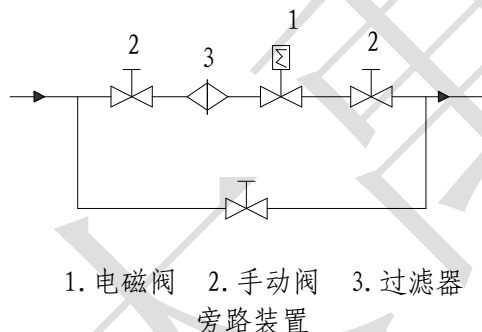
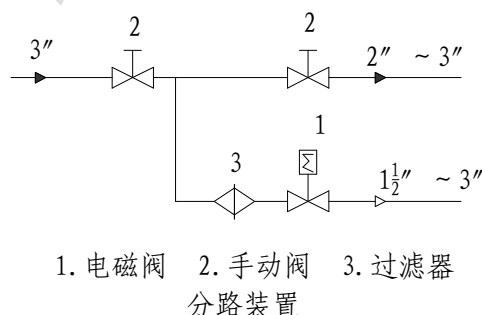

图 3
图 4
(1) 安装前应仔细阅读产品的使用说明书，查核产品是否符合使用要求，熟悉安装要点，做好准备工作。
(2) 安装时电磁阀线圈向上，并保持垂直位置，电磁阀上箭头或标记应与管道流向一致，不得安装在有溅水或漏水的地方。
(3) 接管之前用 0.3Mpa 的压力对管道充分冲洗，把管道中的金属粉末密封材料残留，锈垢等完全清除；电磁阀的工作介质应清洁无颗粒杂质，建议阀前安装过滤器，蒸汽管路安装疏水阀；电磁阀内件表面上的污物及过滤器，须定期清洁干净。
(4) 在电磁阀发生故障时，为了及时隔离电磁阀，并保证系统正常运行，最好安装旁路装置（如图 3）。当电磁阀安装在支路时，电磁阀的口径应比主管道的阀门口径小（如图 4 分路安装）。注意：支路上的阀门必须关闭。
(5) 不要将阀门安装于管道低凹处，以免蒸汽冷凝水，杂质等沉淀在阀内而妨碍动作。
(6) 普通型电磁阀不可在易燃易爆危险场合使用。
- (7) 在管道刚性不足情况下，建议把阀前后管子用支架固定，以防电磁阀工作时引起振动。
- (8) 电磁阀前后管道上需装压力表，以便观察管道压力。